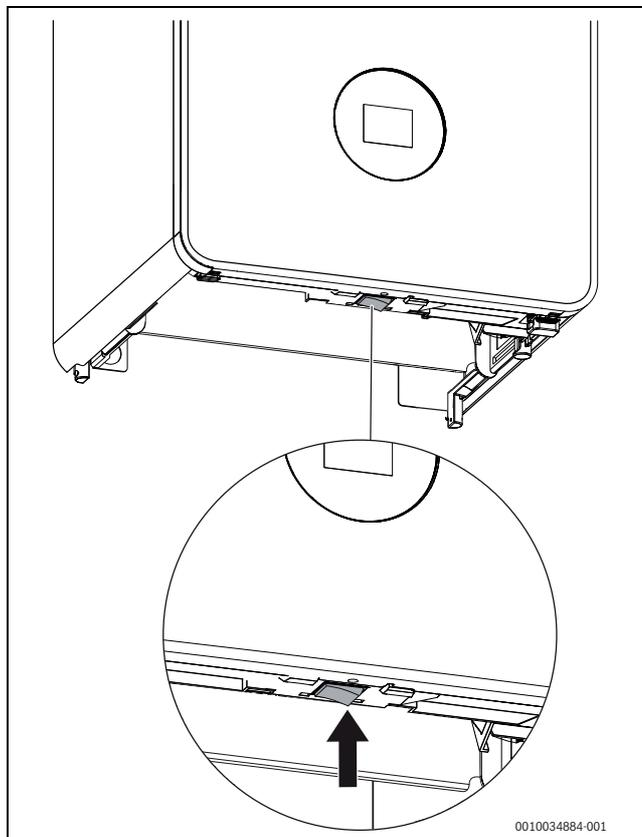

Fig. 1 Interruptor on/off
- ▶ Desligar o aparelho no interruptor para ligar/desligar (→ fig. 1, página 4).